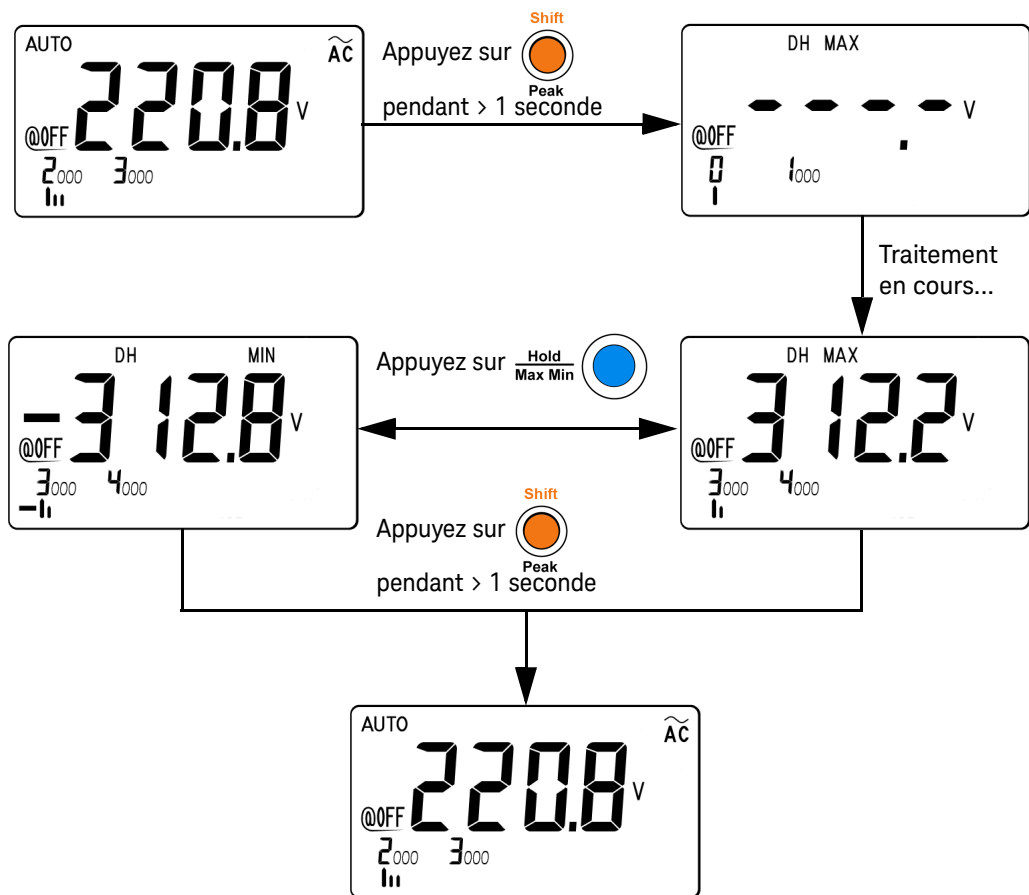

Figure 3-4 Fonctionnement en mode de gel de valeur de crête 1 ms
- 4 Dans l'exemple de mesure illustré à la Figure 3-4 à la page 60, le facteur de crête est $312,2/220,8 = 1,414$.